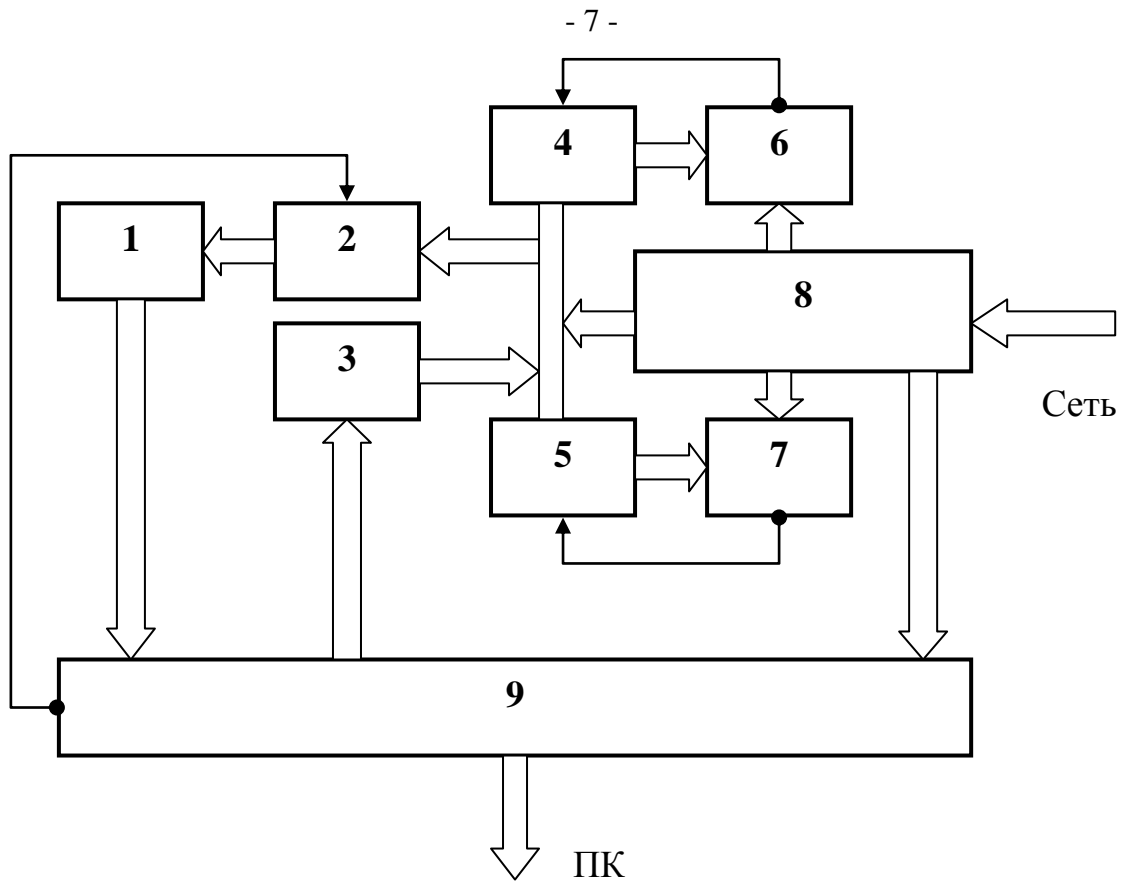

Рис. 1. Упрощенная структурная схема анализатора
Упрощенная структурная схема анализатора приведена на рис.1. Анализатор содержит два независимых канала измерения. Каждый канал включает в себя блок акустических термостатируемых ячеек 6 (7), соответствующие им фазочувствительные схемы 4 (5), представляющие собой генераторы, управляемые напряжением (ГУН) с цепью фазовой автоподстройки частоты (ФАПЧ). Перестройка частоты генераторов производится модулем управления 9 через цифро-аналоговый преобразователь (ЦАП) 3. Выходы фазочувствительных схем 4 и 5 через коммутатор 2 попеременно подсоединяются с входом частотомера 1. Блок питания 8 обеспечивает напряжением узлы анализатора и содержит в своем составе схемы управления термостатами акустических ячеек. Модуль управления 9 содержит в своем составе устройство сопряжения с ПК.